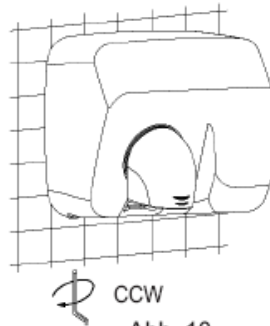

Abb. 10
- Lösen Sie die Schrauben mit dem mitgelieferten Spezialschlüssel entgegen dem **Uhrzeigersinn** (CCW) (siehe Abb. 10).